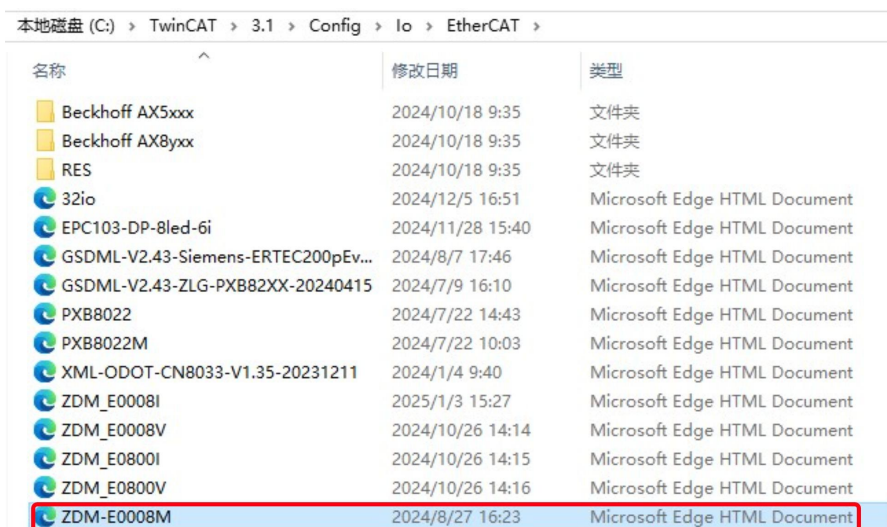

图 7.1 ESI 文件存放处
1. 将需要烧录的 ESI 文件拷贝至 C:\TwinCAT\3.1\Config\Io\EtherCAT 路径处。如图 7.1 所示。